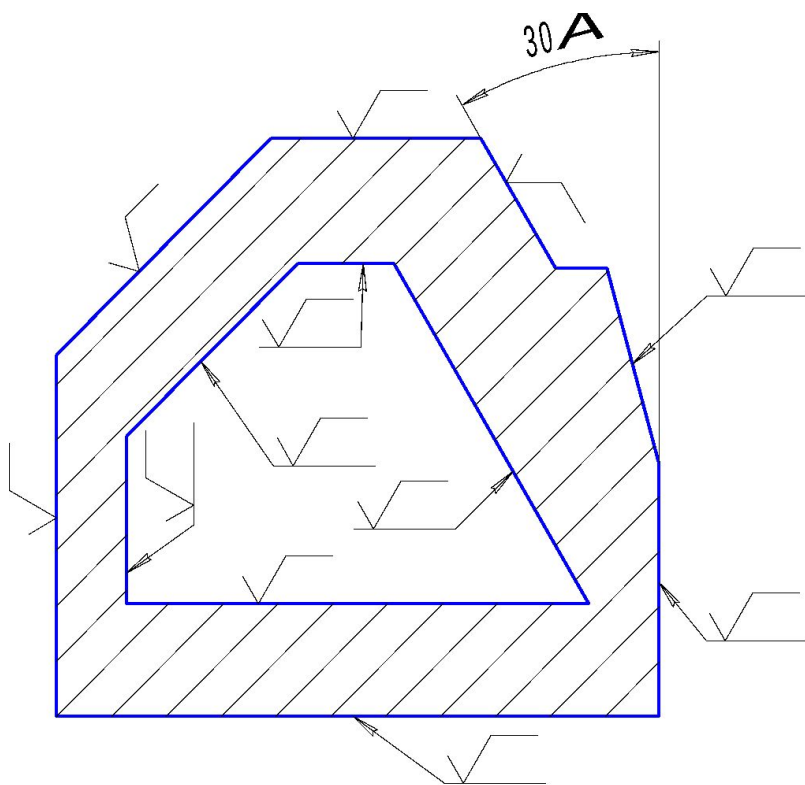

рис. 1
4. Знаки, имеющие полку, должны **располагаться относительно основной надписи** чертежа так, как указано на рис.1, а знаки без полки (без указания параметра и способа обработки) располагают как на рис.2. При расположении поверхности в заштрихованной зоне обозначение наносят только на полке линии-выноски.